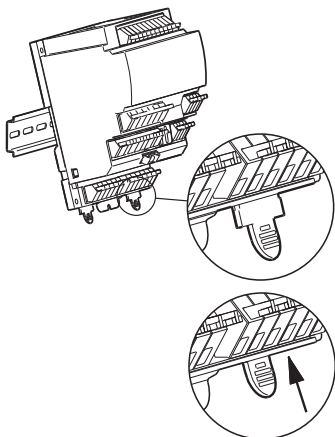

Abb. 5 Montage auf DIN-Schiene
2. Schienenriegel (pos. 1) in das Modul drücken, siehe Abb. 5.